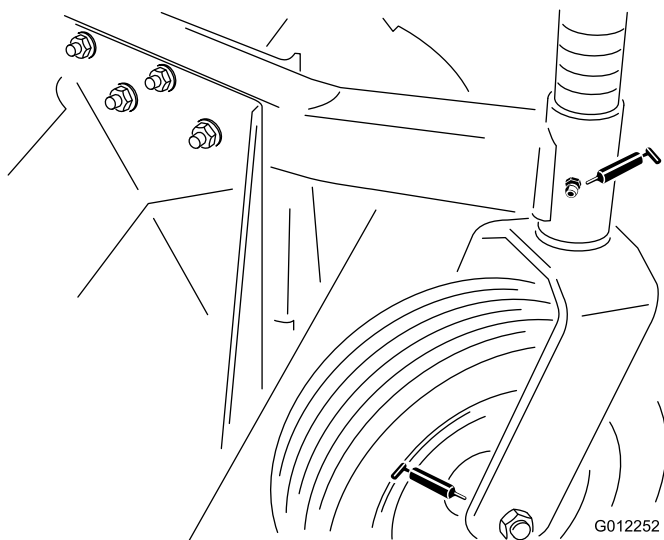

図 17
- キャスタスピンドルのブッシュ各1カ所 図 17
- キャスタホイールのベアリング各1カ所 図 17